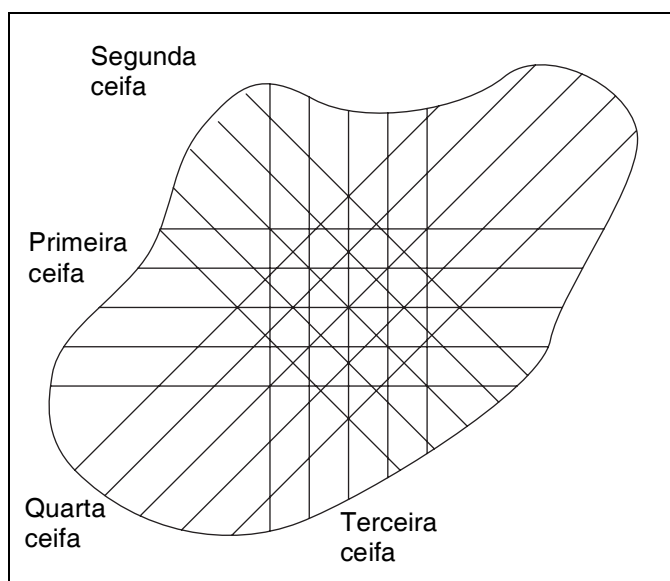

Figura 6G
5. Para uma ainda mais superfície de execução e aparência mais limpa, altere o padrão de corte de cada vez que o relvado é aparado. Os padrões exibidos na **Figura 6G** são sugestões apenas, o operador ou curso superintendente pode arranjar padrões para se adaptarem a cada relvado